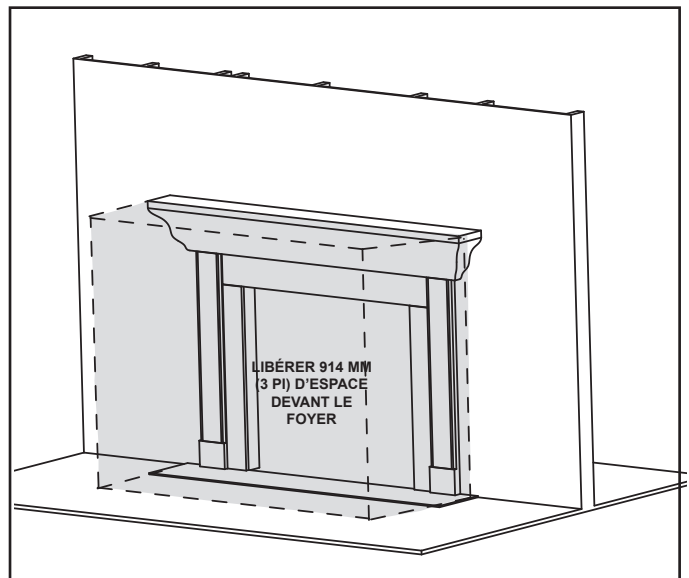

Figure 3.1 Espace libre
**AVERTISSEMENT! NE PAS placer d'objets inflammables devant le foyer ou de manière à recouvrir les ailettes.** Des températures élevées peuvent allumer un incendie. Voir la figure 3.1.